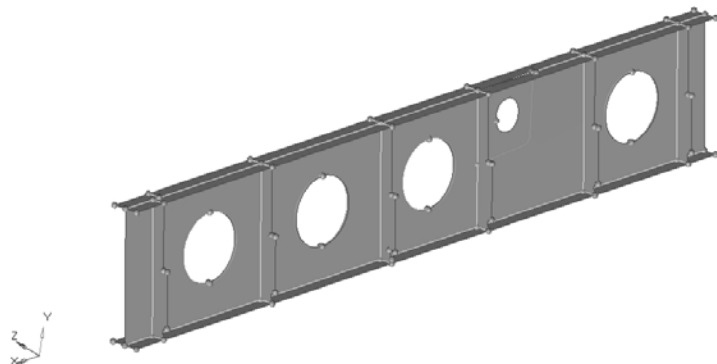

图 7-27 By Topo 视图
(6) 修复模型中其他存在的几何缺陷。完成了前几步的基本的几何清理工作后，清理后的模型在 By Topo 视图下应显示为以下的状态，如图 7-27 所示。